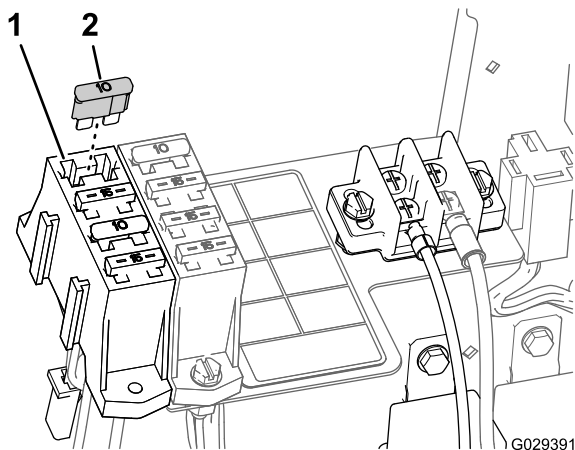

Bild 23
- Setzen Sie bei Maschinen mit einem Flachstecker für das Anbaugerät am Sicherungsblock der Maschine die 15-Ampere-Sicherung in den Sicherungsblock ein (Bild 23).